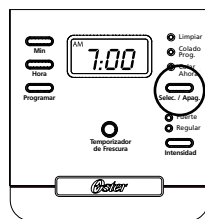

figure 7
3. Pour mettre en route la fonction de préparation différée et programmer votre cafetière pour faire le café plus tard, appuyez deux fois sur le bouton de sélection « Seleccionar ». (Figure 7). La lumière « Colado Program » de préparation différée s'allume. La cafetière est maintenant réglée pour faire automatiquement le café à l'heure choisie. La lumière de force du café s'allume alors. Vous pouvez choisir la force désirée en appuyant sur le bouton « Intensidad.» de force du café.